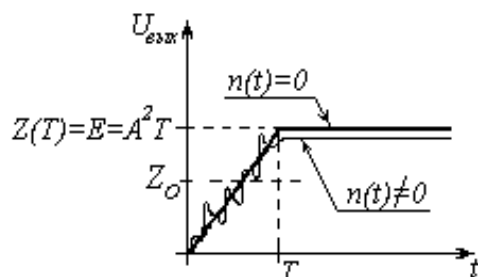

Рис. 1.2 – Отклик коррелятора на одиночный видеоимпульс
Как видно из рис. 1.2, 1.3, при наличии помех ($n(t) \neq 0$) к детерминированной составляющей выходного напряжения $U_{вых}$ (ломанная, соответствующая случаю $n(t) = 0$) добавляется случайная составляющая, вызывающая хаотические скачки напряжения. Поэтому, в момент принятия решения (замыкания ключа) $t = T$, значение напряжения на входе ПУ $Z(T)$ будет отклоняться вверх или вниз от величины $Z(T) = E$ по нормальному закону. Величина отклонения зависит от мощности шума $P_{ш}$. Очевидно, что при
2. Рассчитать энергию полезного сигнала для одиночного видеоимпульса и радиоимпульса по формулам, приведенным в первом домашнем задании на рис. 1.2 и 1.3;